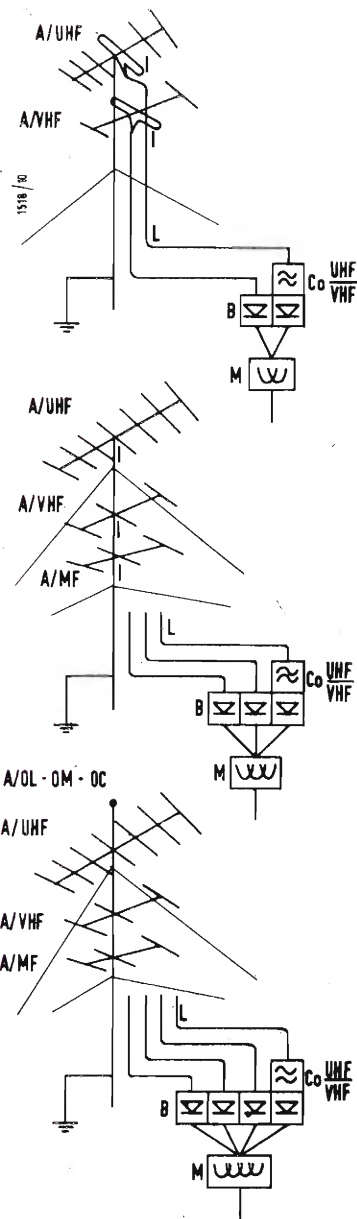

Fig. 9 - Ricezione nelle bande VHF e UHF ed eventualmente nella banda MF.
8. - IMPIANTI CENTRALIZZATI fig. 9